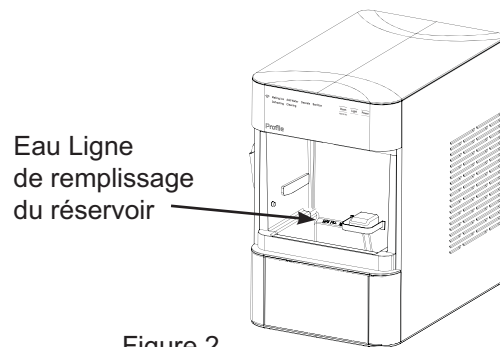

Figure 2
5. Versez la solution dans le réservoir d'eau, jusqu'à la ligne de remplissage indiquée. Voir figure 2.